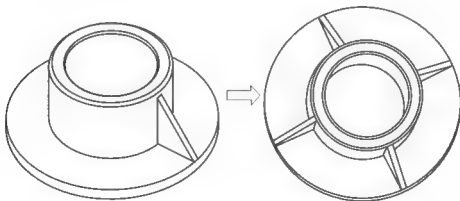

图 6.99 练习题(3)图
- (3) 使用【镜像】、【旋转】命令完成如图 6.99 所示的模型。